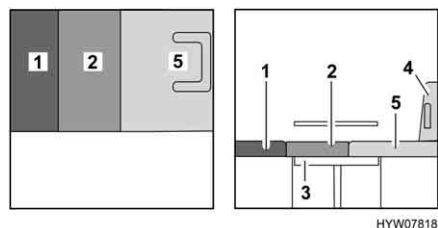

Fig. 106 Dopo la trasformazione
- Tirare il cuscino del divano (Fig. 106,2) in avanti.
- Posizionare il cuscino dello schienale (Fig. 106,1) tra il cuscino del divano e la parete posteriore.
- Posizionare il cuscino aggiuntivo (Fig. 106,5) sul sedile del conducente.
- Se necessario, spingere il sedile del conducente (Fig. 106,4) nuovamente all'indietro.